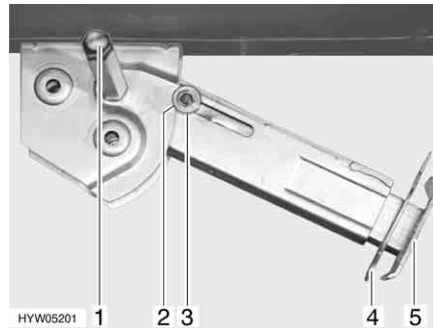

Fig. 23 Vérin stabilisateur
- Placer la clé à pipe sur l'écrou à six pans (Fig. 23,1) et tourner jusqu'à ce que le vérin stabilisateur soit en position verticale vers le bas.
- Retirer la goupille (Fig. 23,4) de la rallonge du pied d'appui (Fig. 23,5).
- Placer la clé à pipe sur l'écrou à six pans (Fig. 23,1) et tourner jusqu'à ce que le vérin stabilisateur se dégage du sol.
- Rentrer complètement la rallonge du pied d'appui (Fig. 23,5) et insérer la goupille (Fig. 23,4) dans le trou prévu à cet effet.
- Tourner la clé à pipe sur l'écrou à six pans (Fig. 23,1) jusqu'à ce que le vérin stabilisateur ait pivoté vers le haut et le disque de guidage (Fig. 23,3) soit complètement rentré dans l'encoche (Fig. 23,2).